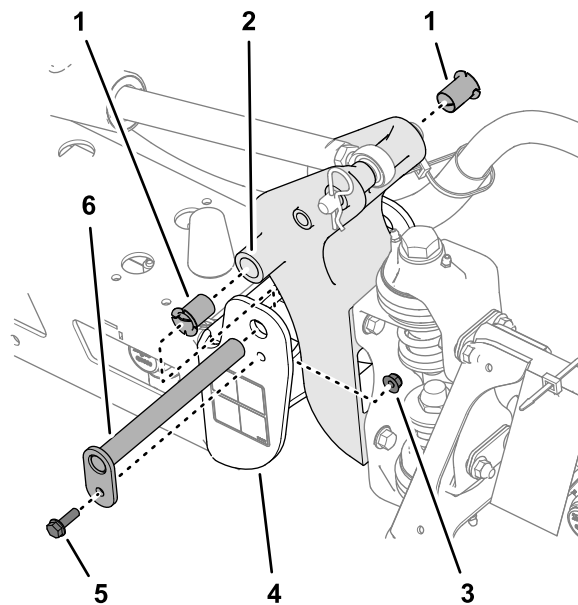

Figura 105
- Togliete il bullone e il dado che fissano il perno di articolazione, quindi togliete il perno (Figura 105).
- Togliete le boccole di nylon dal lato frontale e posteriore della staffa orientabile e controllatele (Figura 105).
- Lubrificare le boccole di nylon con una piccola quantità di olio e montatele sulla staffa orientabile (Figura 105).
- Allineate i fori nella staffa orientabile con i fori nel canale terminale (Figura 105).